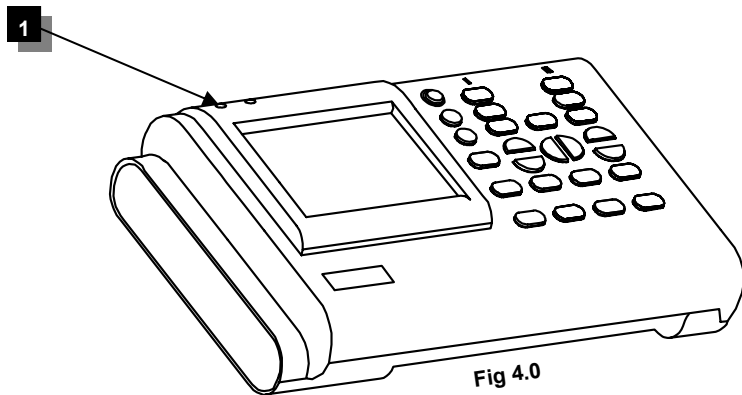

Fig 4.0
- ☞ The "**charge**" indicator LED (**1**) at the top of the device will be lit during the charging process. (see fig.4.0)
- ☞ De "**charge**" indicatie led (1) bovenaan het toestel zal oplichten tijdens het opladen van de batterij. (Zie fig. 4.0)
- ☞ La LED d'indication "**charge**" (1) en tête de l'appareil sera (Voir fig. 4.0).
- ☞ Die LED-Anzeige "**charge**" an der Obenseite des Geräts wird während des Ladevorgangs brennen (Abb. 4.0).